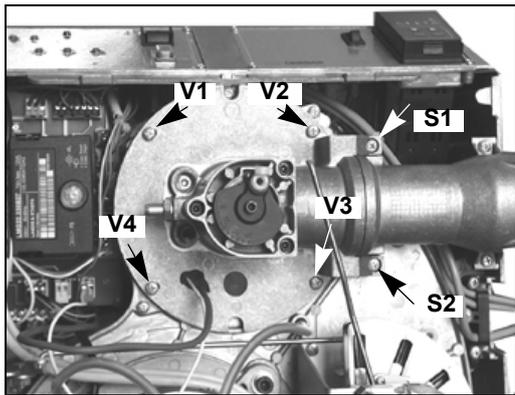
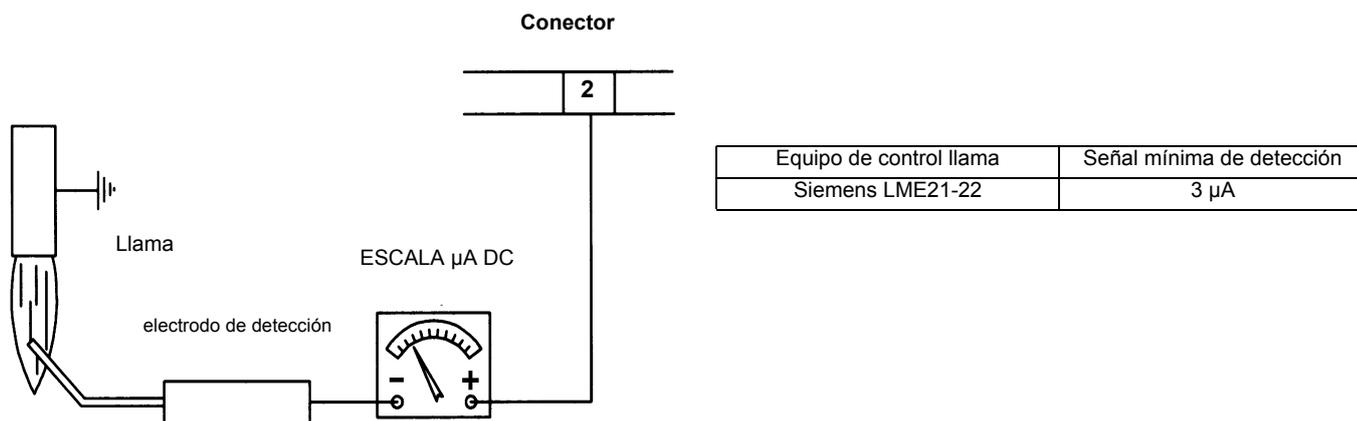

Fig. 44
Fig. 51
- Desmonte, controle y limpie el cabezal de combustión (véase Fig. 44 y siguientes)
- Limpie y controle los electrodos de encendido y detección (véase Fig. 44). Controle la señal de detección, siga el esquema de la Fig. 51
- 1 Quite los 4 tornillos V1, V2, V3, V4 y el par de tornillos S1 y S2 (Fig. 44).
En el caso en que el quemador vaya en bloque, ejecutar los siguientes controles. Para medir la señal de detección, siga el esquema de la Fig. 51. Si la señal es inferior al valor indicado, controle la posición del electrodo de detección, los contactos eléctricos y, de ser necesario, sustituya el electrodo de detección.